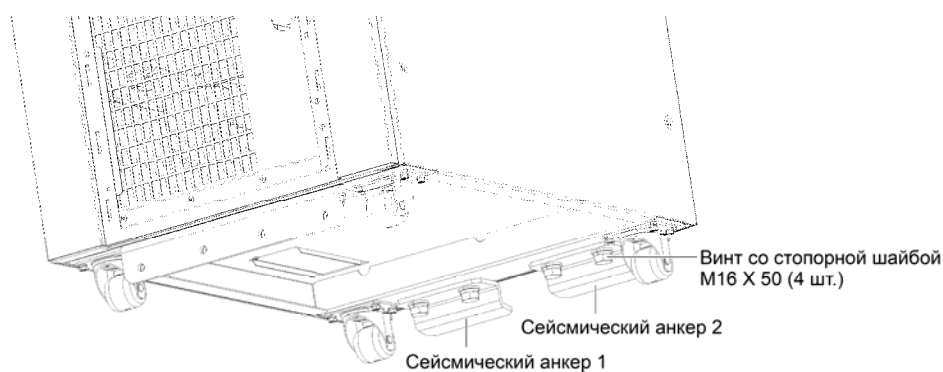

Рисунок 8-10 Монтаж дополнительных креплений 1 и 2
2. Прикрепите дополнительные крепления 1 и 2 с помощью четырех винтов с шайбой M16 × 50 к тыльной стороне основания шкафа, как показано на Рисунок 8-10.